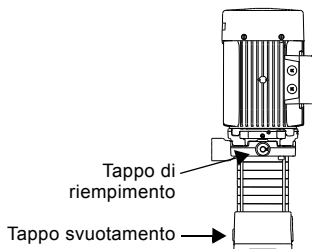

Fig. 4 Tappi di riempimento e di svuotamento
3. Rimuovere il tappo di riempimento. Vedi fig. 4.
Rimuovere i tappi di riempimento e svuotamento. Vedi fig. 4.